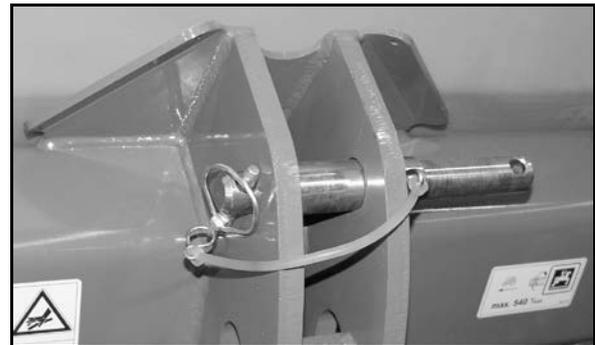

Fig. 28
- vers l'arrière (Fig. 28/1) en position de dépose.
- vers l'avant (Fig. 28/2) en position de transport.